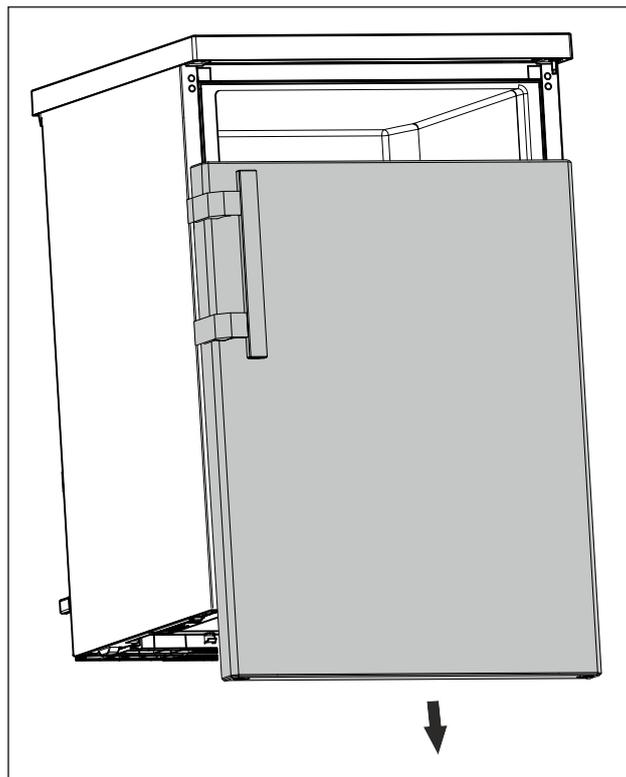

Fig. 12
- ▶ Desmontar la puerta hacia abajo. (consulte Fig. 12)